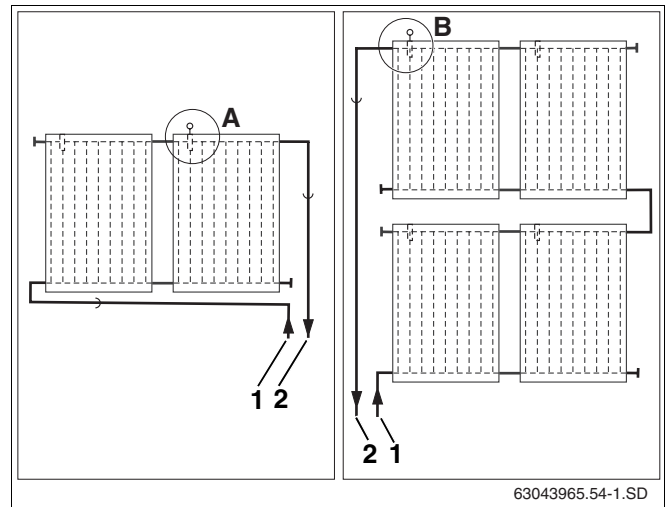

Fig. 32 Local de montagem do sensor do colector (apresentação esquemática)
Atenção ao local de montagem nos sistemas de colectores de uma ou de duas filas (fig. 32).
O sensor do colector deve ser montado no colector com a tubagem de avanço ligada (fig. 32, **item 2**).
- Local de montagem (fig. 32, **item A**) para sistemas de colectores unilaterais com tubagem de avanço à direita.
- Local de montagem (fig. 32, **item B**) para sistemas de colectores bilaterais com tubagem de impulsão à esquerda.